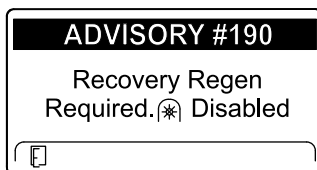

Figure 58
- Régénération d'urgence requise – prise de force désactivée AVIS N° 190 (Figure 58)